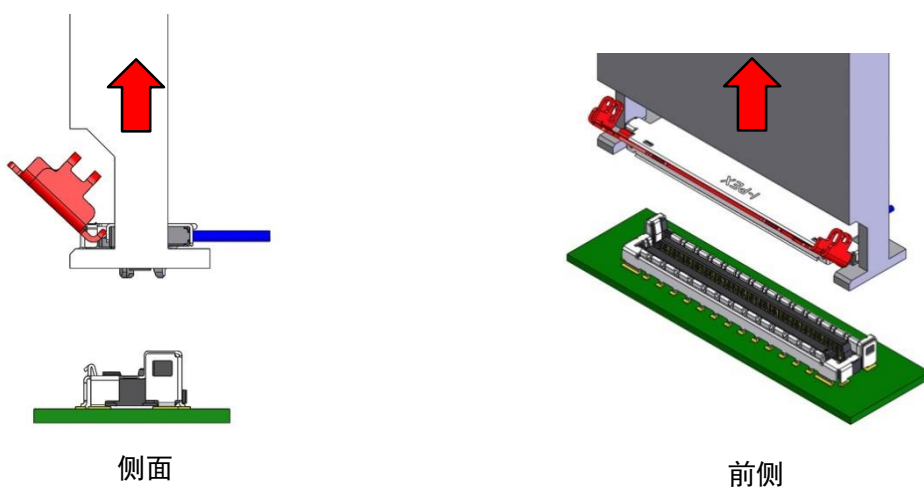

Fig.18
- ⑤ 沿与基板垂直的方向抬起夹具，拔出连接器。(Fig.18)